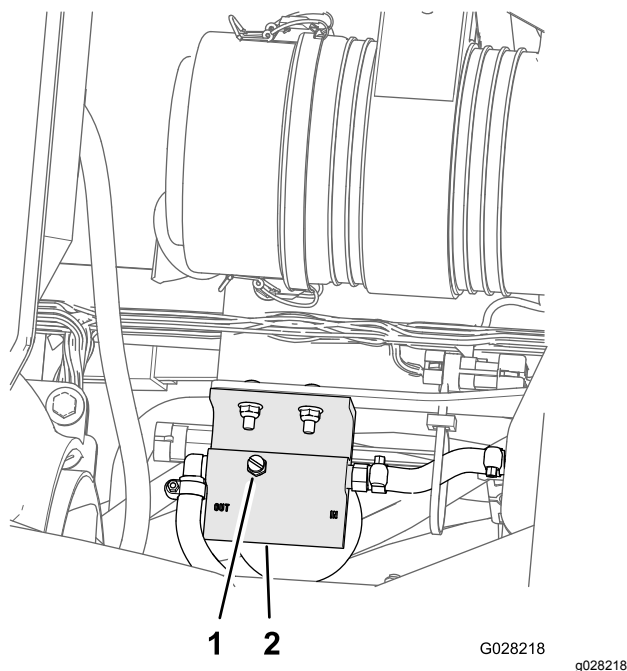

Bild 75
5. Lösen Sie die Entlüftungsschraube oben am Kraftstofffilter/Wasserabscheider (Bild 75).
7. Ziehen Sie die Entlüftungsschraube an und stellen den Anlasser in die AUS-Stellung (Bild 75).